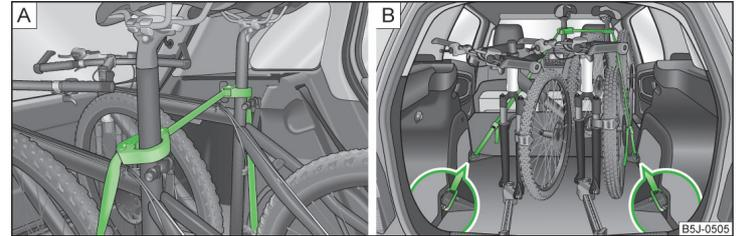

Abb. 76 Fahrräder absichern
- Die Schelle mit dem Gummiteil nach vorn (in Fahrtrichtung) möglichst weit unten an die Sattelstütze setzen und diese schließen » Abb. 76 - [A].
- Beim Transport von zwei Fahrrädern den Gurt » Abb. 76 - [A] zwischen den Sätteln spannen, indem die Fahrräder auseinander geschoben werden.
- Die Karabiner an den Gurtenden in die Verzurrösen hinter den Rücksitzen einrasten » Abb. 76 - [B].